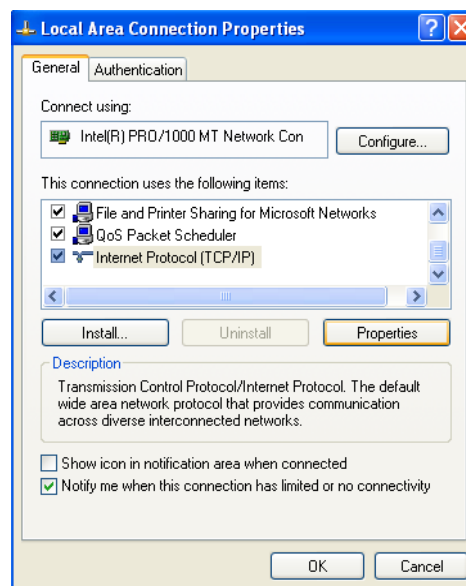

図 15
4. 「ローカルエリア接続プロパティ」ウィンドウが開きます。記載されたオプションから「インターネットプロトコル」を選択します。プロパティをクリックします。「インターネットプロトコルプロパティ」ウィンドウが開きます。図 15 を参照してください。